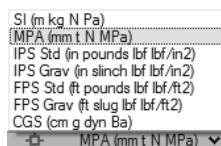

图 8-3
- 6) 确保应用程序右下角的单位系统选择器已设置为 MPA (mm t N MPa)，如图 8-3 所示。